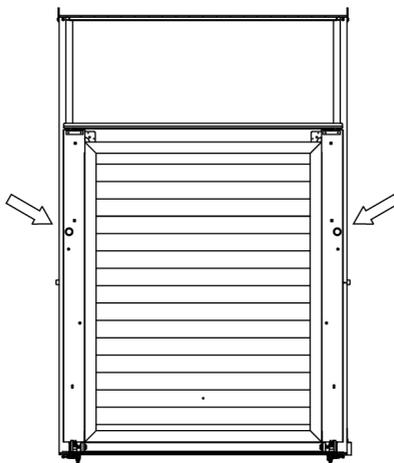

Abbildung 15: Notöffnung V 4000 S (1)
- ▶ Entfernen Sie die seitlichen Stopfen (siehe Abbildung 15).